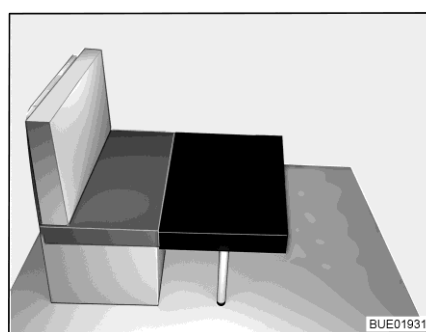

Fig. 58 Transformación (1)
- Colocar el pequeño cojín adicional en la mesa, delante del cojín del asiento del banco (véase Fig. 58).